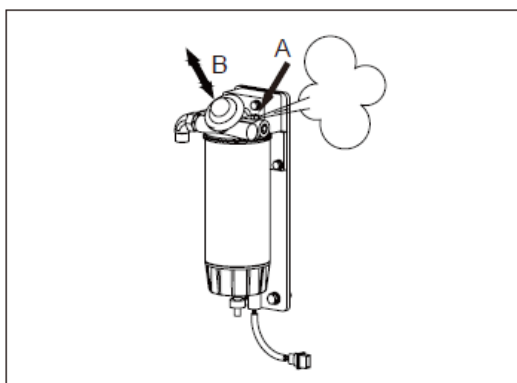

Рис. 5-11
7. Выпустите воздух, который, возможно, смешался в топливопроводе, нажав ручной насос (см. Рис. 5-11) вверх и вниз перед запуском двигателя.
- 10) Выпустите воздух, который, возможно, мог попасть в топливопровод, нажав ручной насос (см. рис. 5-11 на стр. 5-19) вверх и вниз перед запуском двигателя.
7. Выпустите воздух, который, возможно, смешался с топливопроводом, нажав ручной насос вверх и вниз (см. Рис. 5-11 на стр. 5-19) перед запуском двигателя.